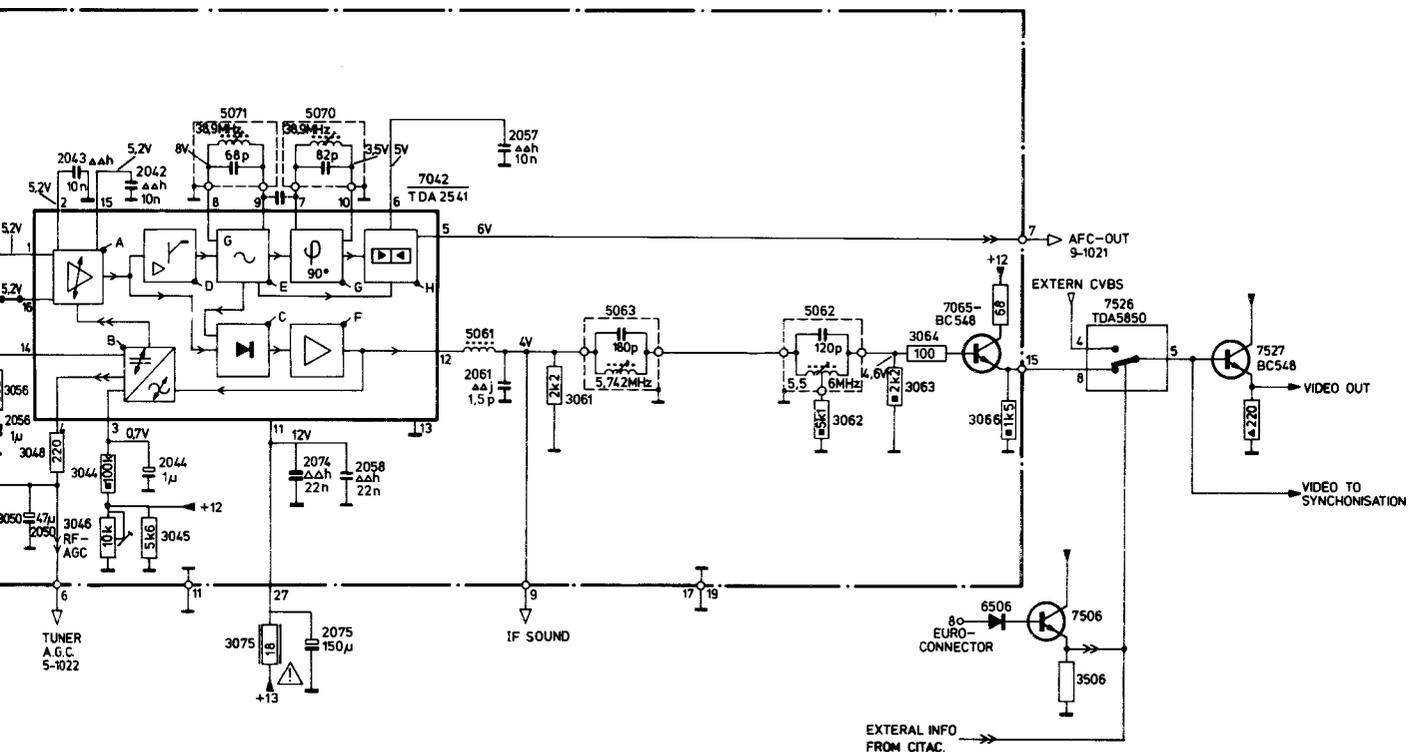

Fig. 4-1
In Bild 4.1 ist die ZF-Einheit enthalten.
4.5 Umschaltung zwischen Video intern und extern (siehe Bild 4.1)